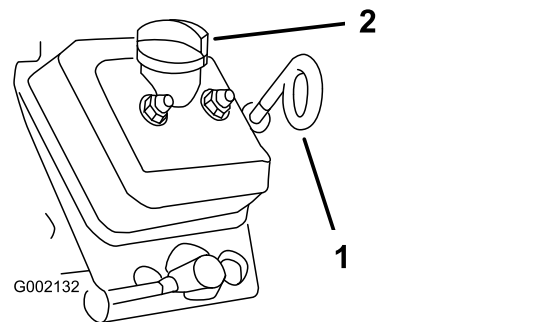

Рисунок 40
8. Очистите поверхность вокруг масломерного щупа, крышки заливного отверстия и заливной горловины, затем выньте щуп (Рисунок 40).
9. Снимите крышку заливного отверстия и залейте масло указанного типа в заливную горловину до отметки Full (Полный) на щупе (Рисунок 40).
10. Вставьте щуп в заливную горловину до упора; затем извлеките его и проверьте уровень масла (Рисунок 40).
11. Вставьте измерительный щуп в заливную горловину до упора и надежно установите крышку на заливную горловину (Рисунок 40).